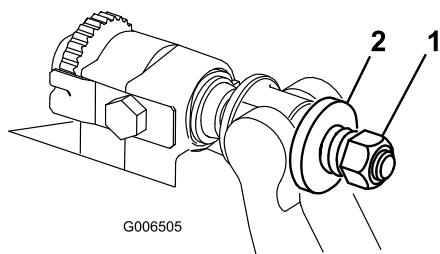

図 23
6. スプリングがつぶれるまでテンションナットを締め、そこから半回転戻す (図 23)。